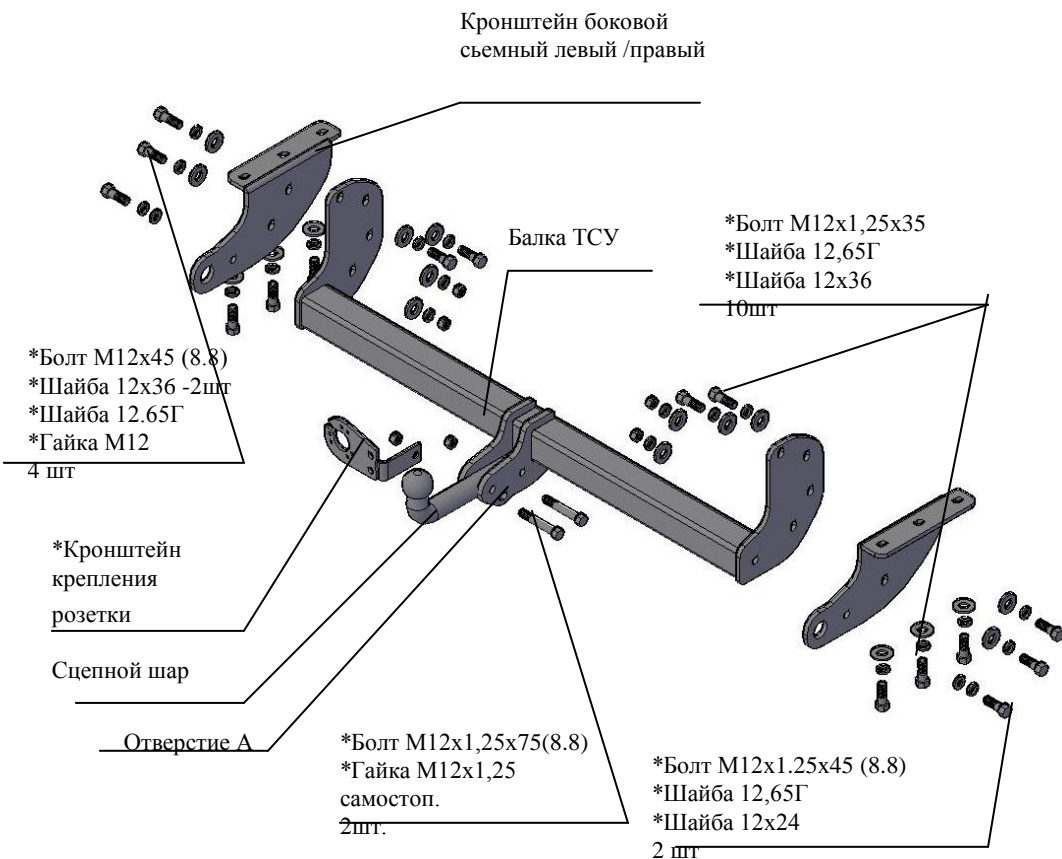

Рис.1 Тягово-сцепное устройство 7740 .
2.1 ТСУ 7740. в сборе (рис.1)	1 шт.
2.2 Пакет с комплектующими (см. рис.1)	1 шт.
4.2 Закрепить боковые съемные кронштейны к нижним полкам лонжеронов а/м (правый и левый как показано на рис.1) болтами М12х1.25х35, подложив под головки болтов шайбы 12.65Г и шайбы 12х36 (используя штатные гайки в лонжеронах). Крепеж не затягивать.